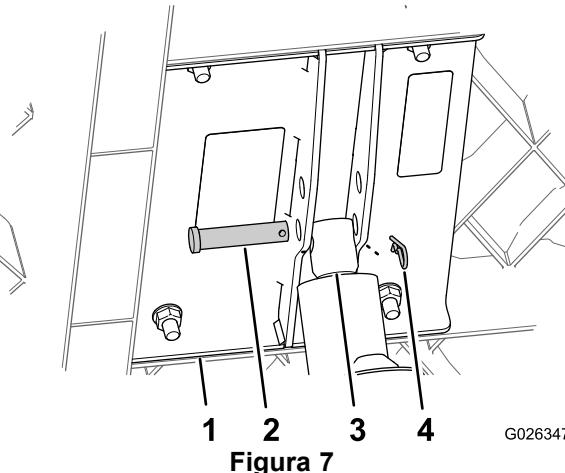

Figura 7
5. Rimuovete la coppiglia e il perno con testa dalla staffa di sollevamento (Figura 7).
6. Separate l'asta sull'attuatore del pianale dalla staffa (o staffe) di sollevamento (Figura 7).